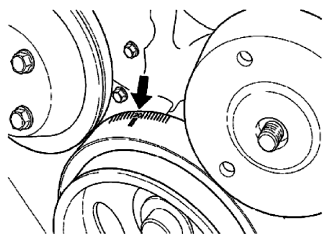

图 10-8 定位 1 缸在 ATDC 20°位置
1) 如图 10-8 所示, 把 1 缸定位在 ATDC 20°上。